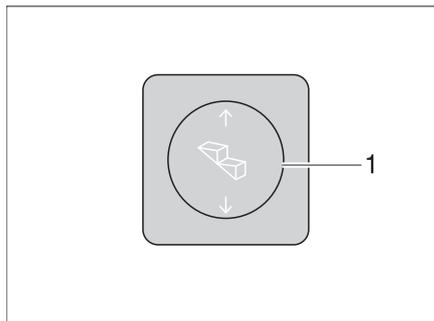

Bild 9 Bedienschalter Eintrittstufe
*Ausfahren:* ■ Wippschalter (Bild 9,1) unten drücken, bis die Eintrittstufe vollständig ausgefahren ist.
*Einfahren:* ■ Wippschalter (Bild 9,1) oben drücken, bis die Eintrittstufe vollständig eingefahren ist.